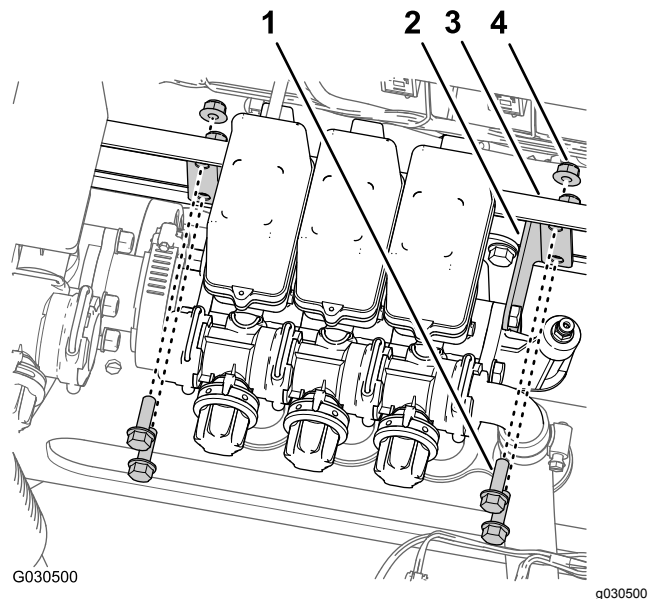

Figura 63
5. Rimuovete i 4 bulloni a testa flangiata (5/16" x 1") e i 4 dadi di bloccaggio flangiati (5/16") che fissano le staffe di montaggio su ciascuna estremità delle 3 valvole di sezione delle barre al supporto del collettore (Figura 63).